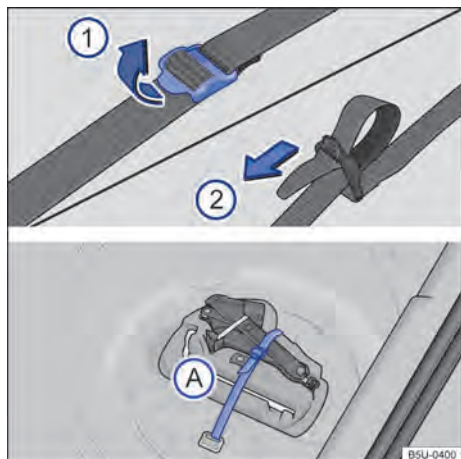

Fig. 156 En el maletero: cinta de fijación de la caja de herramientas y caja de herramientas de a bordo.
Para soltar la cinta de fijación → fig. 156 (A), tirar de la hebilla en el sentido de la flecha ①.